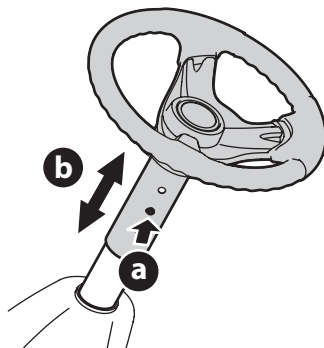

Figure 5
2. Poussez sur le bouton (a) sur la colonne de direction et relevez ou abaissez le volant (b) à la hauteur désirée. Voir la Figure 5.